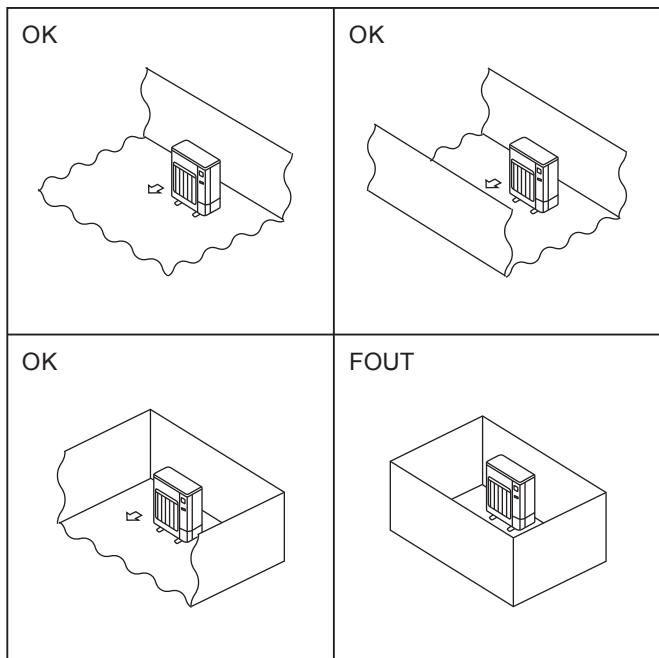

Fig. 2-2
- ② Installeer buitenapparaten op een plaats met minimaal een van de vier zijden open en in een ruimte zonder verlagingen die voldoende groot is. (Fig. 2-2)